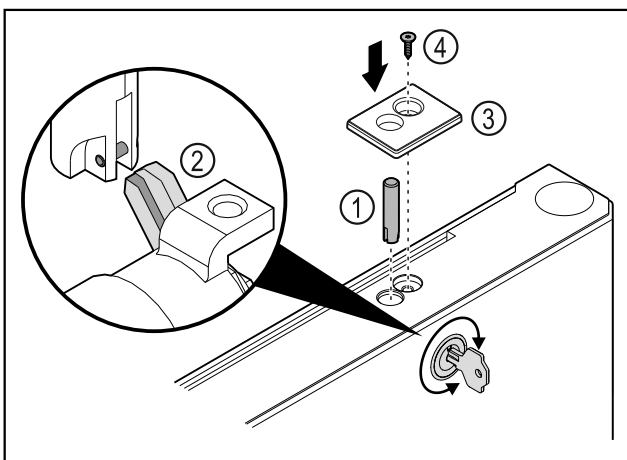

Fig. 41
- Inserire il perno della serratura Fig. 41 (1).
- Ruotare leggermente la serratura in modo che il rispettivo perno Fig. 41 (2) si innesti nella fessura della serratura.
- Inserire la copertura Fig. 41 (3).
- Inserire la vite Fig. 41 (4).